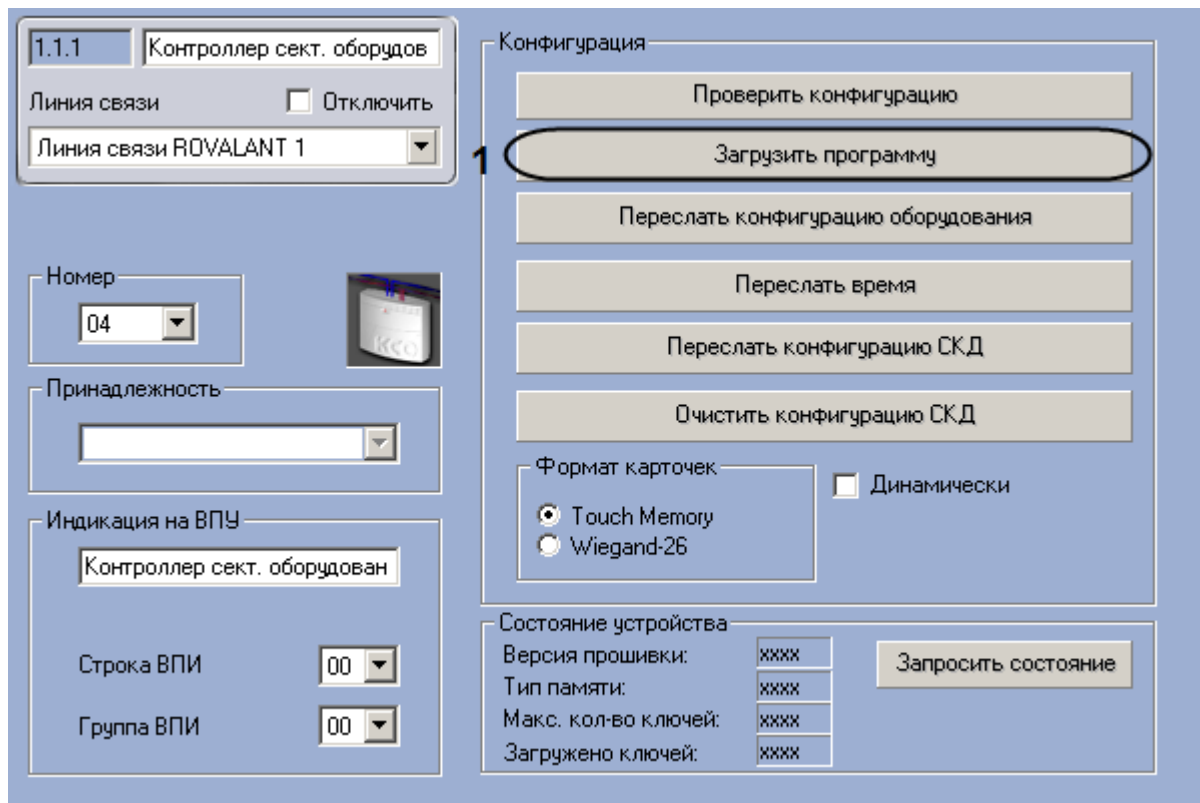

Рис. 3.5—5. Загрузка программы в контроллер сектора оборудования
1. Перейти на панель настроек объекта **Контроллер сект. оборудования** (Рис. 3.5—5).
2. Для загрузки в контроллер сектора оборудования рабочей программы для управления программируемыми выходами нажать на кнопку **Загрузить программу** (см. Рис. 3.5—3, 1).